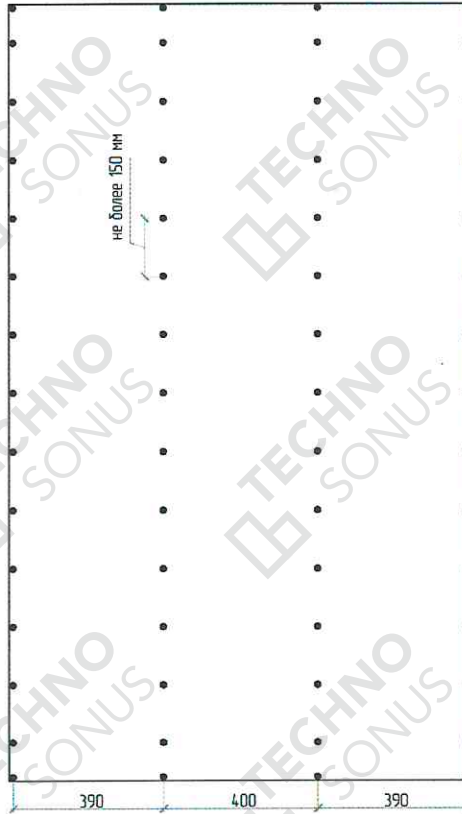

Рисунок 20 – Схема расположения саморезов на финишном слое АкустикГипс ГКЛ3
6.14. Установить и закрепить финишный слой листов АкустикГипс ГКЛЗ. Шаг саморезов не более 15 см по основному профилю (см. рисунок 20). Первый лист не должен начинаться с утоненной кромки от угла и не должен заканчиваться ей же. Стыковка листов АкустикГипс ГКЛЗ возможна только по утоненной кромке или по подрезанному краю. Не допускается стыковка утоненной кромки и отрезного края. Швы между листами не заполняются виброакустическим герметиком Сонетик. Для фиксации финишного (второго) слоя АкустикГипс ГКЛЗ применяются саморезы ТС-ХТН F 3,9x50. Шляпка самореза не должна быть утоплена в слой гипса более чем на 1 мм. Саморезы должны отстоять от края утоненной кромки листов на расстоянии не менее 10 мм и продольной (отрезной) кромки – не менее 15 мм.